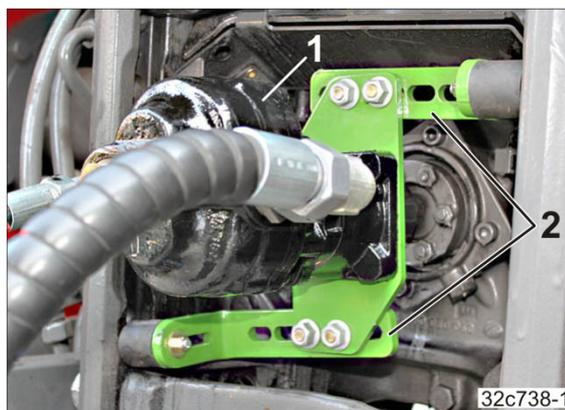

Fig. 116
5. Die Hydraulikpumpe (Fig. 116/1) auf die Traktorzapfwelle aufstecken.
6. Die Verstellsegmente (Fig. 116/2) so einstellen, dass die Puffer anliegen.